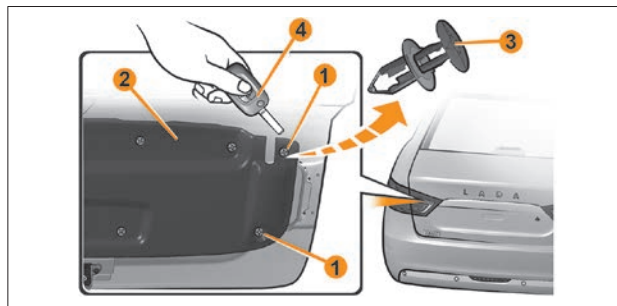

Рис. 14. Замена ламп света заднего хода и габаритного огня на наружном фонаре
- расфиксировать два крайних держателя **1** (рис. 14) обивки багажника **2**. Держатель обивки представляет собой конструкцию из неподвижного основания и подвижного фикси-
рующего «грибка» **3** (рис. 14). В поднятом состоянии «грибка» держатель расфиксирован;
- для расфиксации держателя обивки **3** (рис. 14) необходимо, например, лезвием ключа выключателя зажигания **4** (рис. 14) немного приподнять подвижную часть обоих держателей;